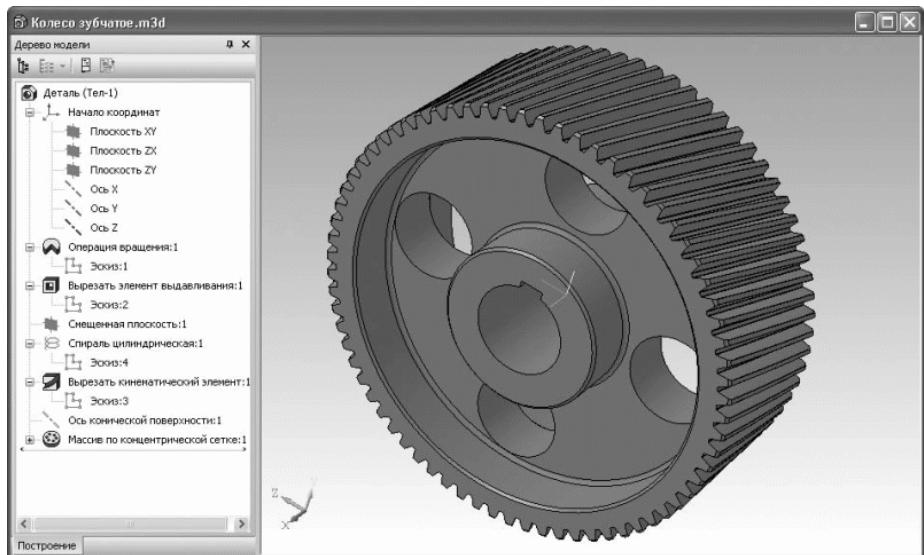

Рис. 3.61. 3D-модель косозубого зубчатого колеса
3. Вернитесь на панель Редактирование детали, где нажмите кнопку Массив по концентрической сетке. В дереве построения детали в качестве объекта для копирования выделите операцию кинематического вырезания. После этого щелкните на кнопке Ось массива панели свойств, а в дереве построения выделите строку, соответствующую созданной оси конической поверхности. В окне модели отрисуется предварительный фантом массива (по умолчанию в нем лишь четыре копии). В поле N 2 на панели свойств введите количество копий по кольцевому направлению, равное количеству зубьев колеса (71), и нажмите кнопку Создать объект. Трехмерная модель косозубого зубчатого колеса выполнена (рис. 3.61)! Для лучшего представления модели спрячьте спираль, вспомогательную ось и плоскость, воспользовавшись командой Скрыть контекстного меню дерева построений.